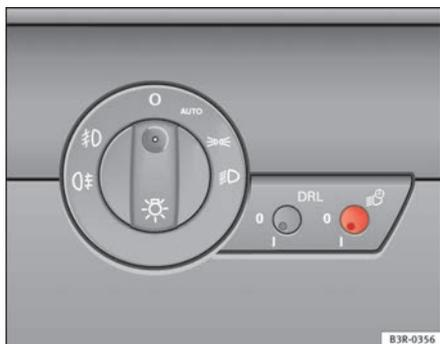

Fig. 87 Détail du tableau de bord : commande coming/leaving home
- Appuyez brièvement sur le bouton ⇒ fig. 87 afin de le dégager de sa position de réglage.